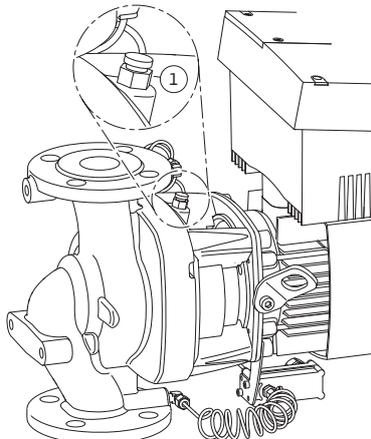

Fig. 51: Válvula de purga
6. Despresurice la bomba abriendo la válvula de ventilación (Fig. 51, pos. 1).